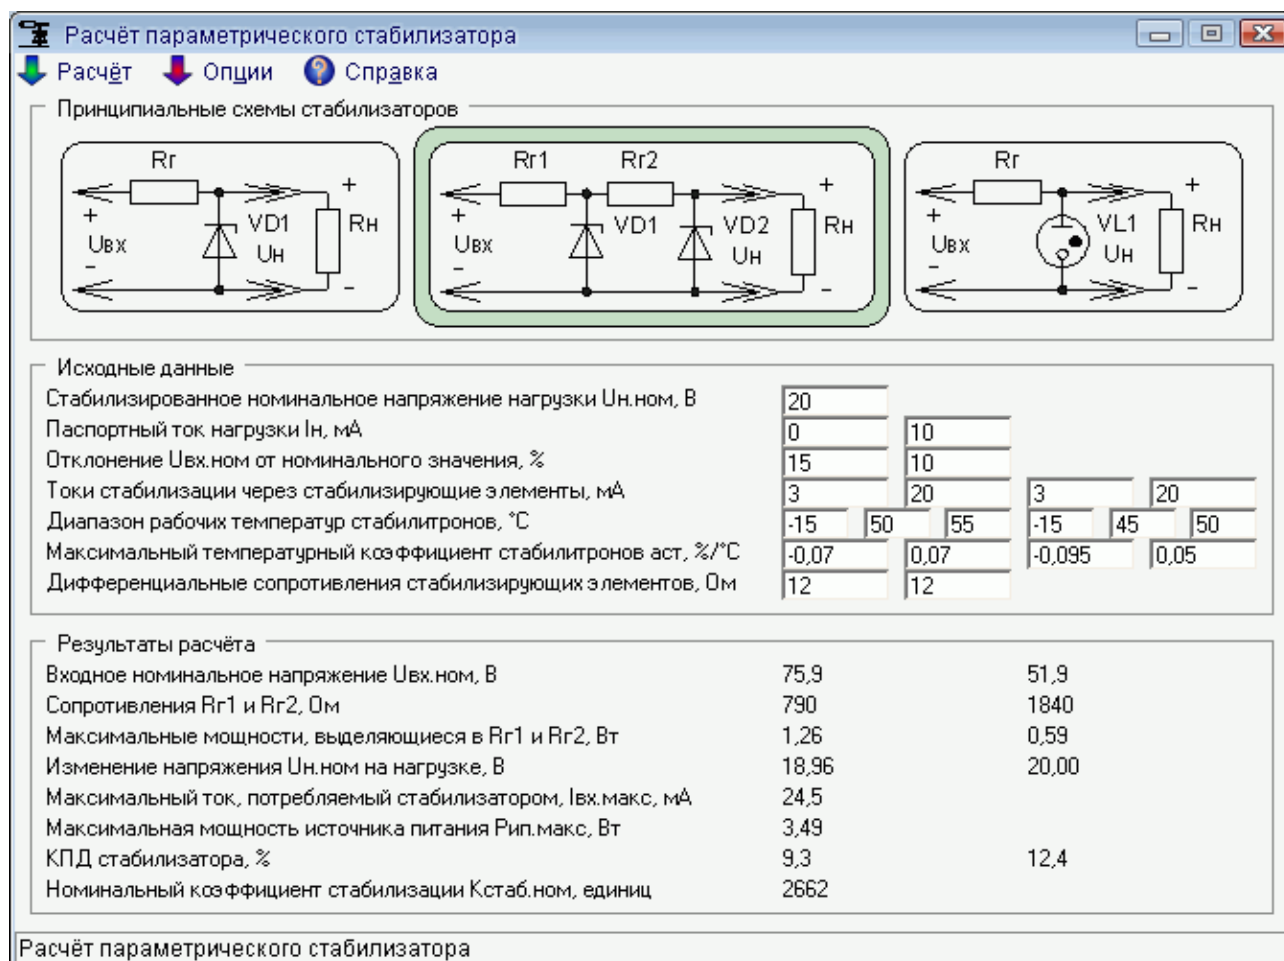

Рис. 1. Основное окно программы.
3. В основном окне программы расположены поля ввода числовых значений. Расчёт параметрического стабилизатора осуществляется после нажатия на одну из кнопок меню «Расчитать». После заполнения всех полей ввода при нажатии на кнопку расчёта в нижней части окна появятся результаты вычислений или будет выдано сообщение о невозможности реализации параметрического стабилизатора (смотрите рис. 1). При этом принципиальная схема рассчитываемого вариан-